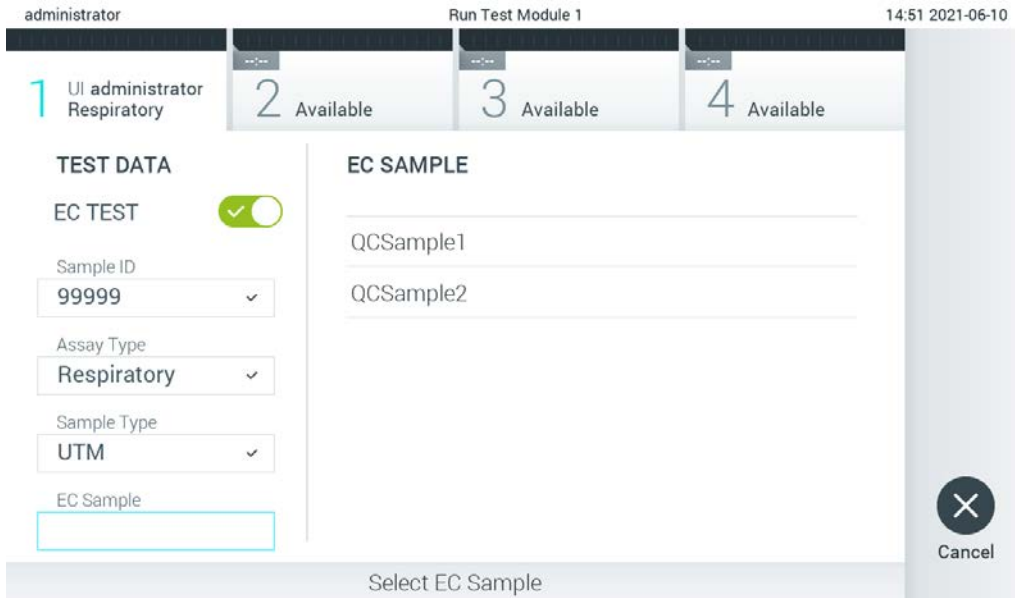

Figura 91. Selectarea probei EC.
6. Selectați proba EC corespunzătoare din listă. Sunt afișate numai probele EC pentru tipul de test selectat (Figura 91, pagina următoare).